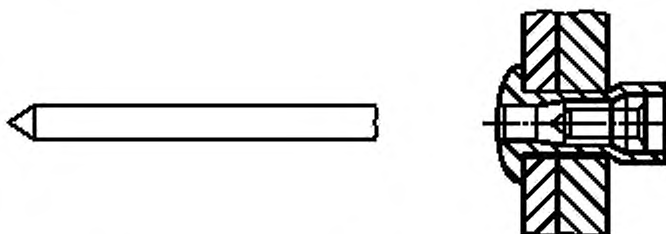

Рисунок 9 — Ступенчатый вытяжной сердечник с заданной точкой разрыва
2.2.1.6 ступенчатый вытяжной сердечник с заданной точкой разрыва (multi-grip flush break positive lock pull mandrel): Сердечник, который за счет заранее определенной деформации сердечника и/или тела заклепки повышает сопротивление выталкиванию сердечника и после установки заклепки обрывается в районе головки заклепки (рисунок 9).